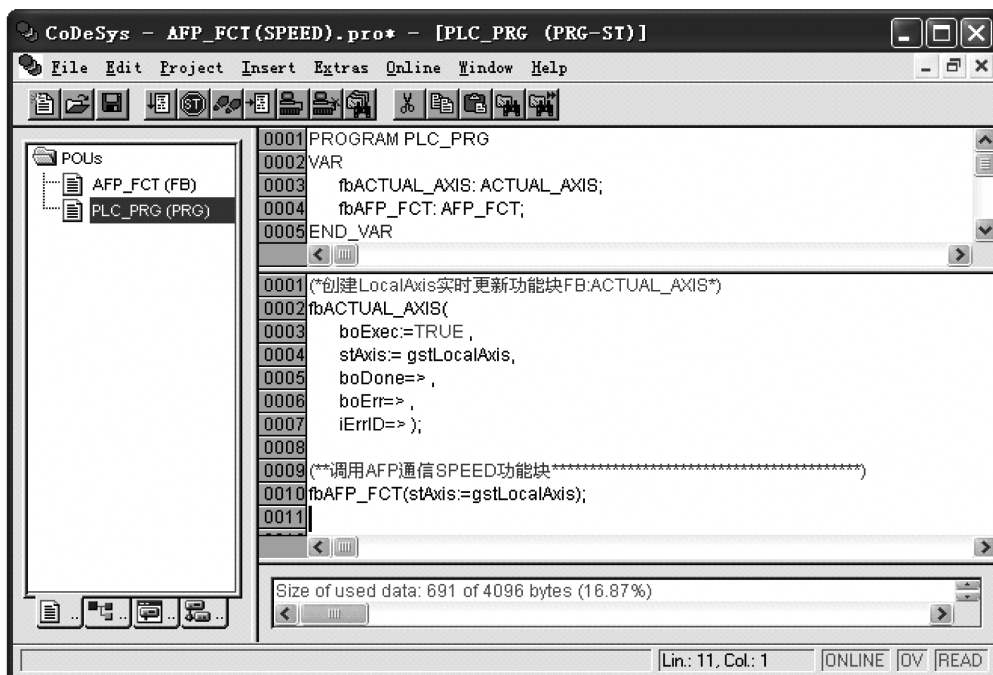

图 5-7 AFP_FCT 功能块的调用
8) AFP_FCT 功能块在 PLC_PRG 中的调用, 如图 5-7 所示。